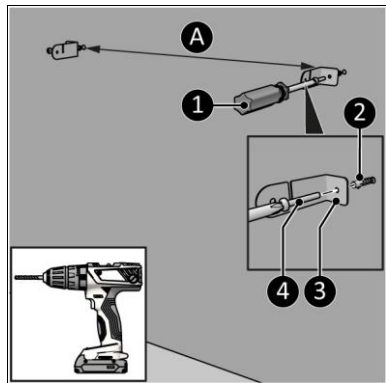

Abbildung 9
4. Bohren Sie zwei Löcher mindestens 610 mm über dem Boden und mit einem Abstand von (Abbildung 9, Pos. A):
5. Platzieren Sie die Wanddübel (Abbildung 9, Pos. 2).
6. Schrauben Sie eine linke und eine rechte Halterung (Abbildung 9, Pos. 3) mit einer großen Schraube (Abbildung 9, Pos. 4) mit einem Phillips Kreuzschlitzschraubendreher (Abbildung 9, Pos. 1) an die Wand.